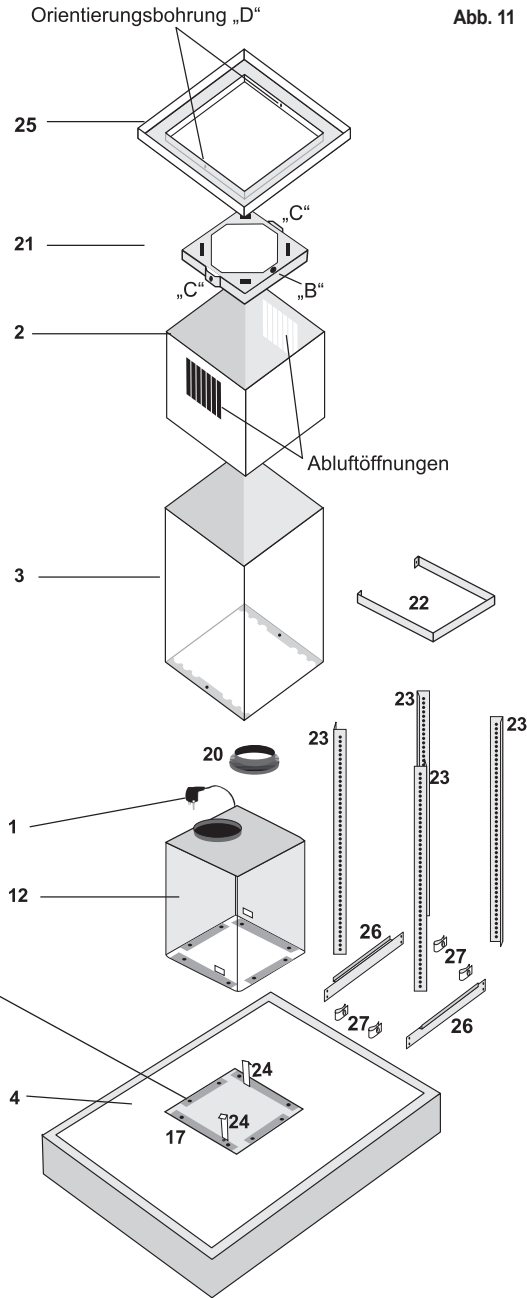

Abb. 11
Deckenkranz: Orientierungsbohrungen „D“ zeigen zur Seite. Siehe dazu auch Abb. 11
Halten Sie die Deckenplatte (21, Abb. 11, und 13) an die Decke und zeichnen Sie die Lage der 4 Bohrungen A an. Markieren Sie jeweils in der Mitte der Langlöcher, damit die Lage der Deckenplatte (21) ggf. etwas korrigiert werden kann. Die vier Befestigungslöcher müssen ca. ein Quadrat mit 200 mm Seitenlänge bilden.